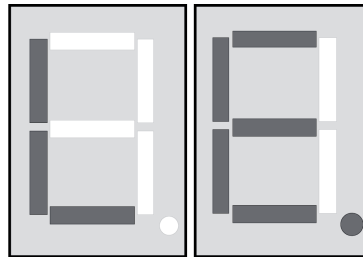

Bild 6: Anzeige **LE** – „Learn“
- Am gewünschten Funksender ein Lern-Telegramm auslösen (siehe Anleitung Funksender). Handbetätigte Sender so lange betätigen, bis in der Anzeige **LE** erscheint (Bild 6).